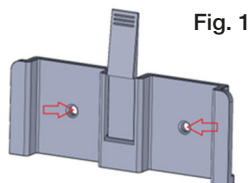

Fig. 1
- Fissare la staffa di supporto utilizzando i tasselli in dotazione, assicurandosi che l'ancoraggio sia solido e stabile. (Fig. 1)